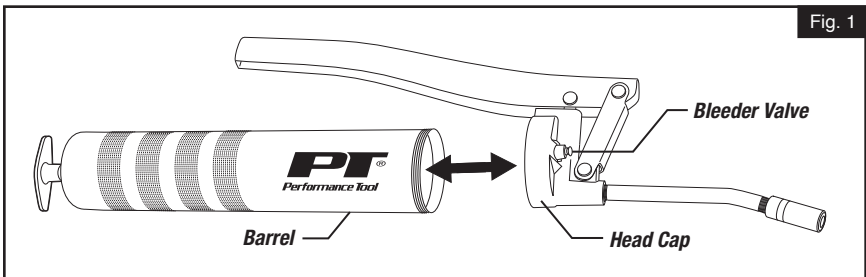

Fig. 1
1. Rotating counter clockwise, unscrew Head Cap from gun Barrel. (Fig. 1)
1. Desatornille la tapa del barril de la pistola girando en dirección opuesta a las manecillas del reloj. (Fig. 1)